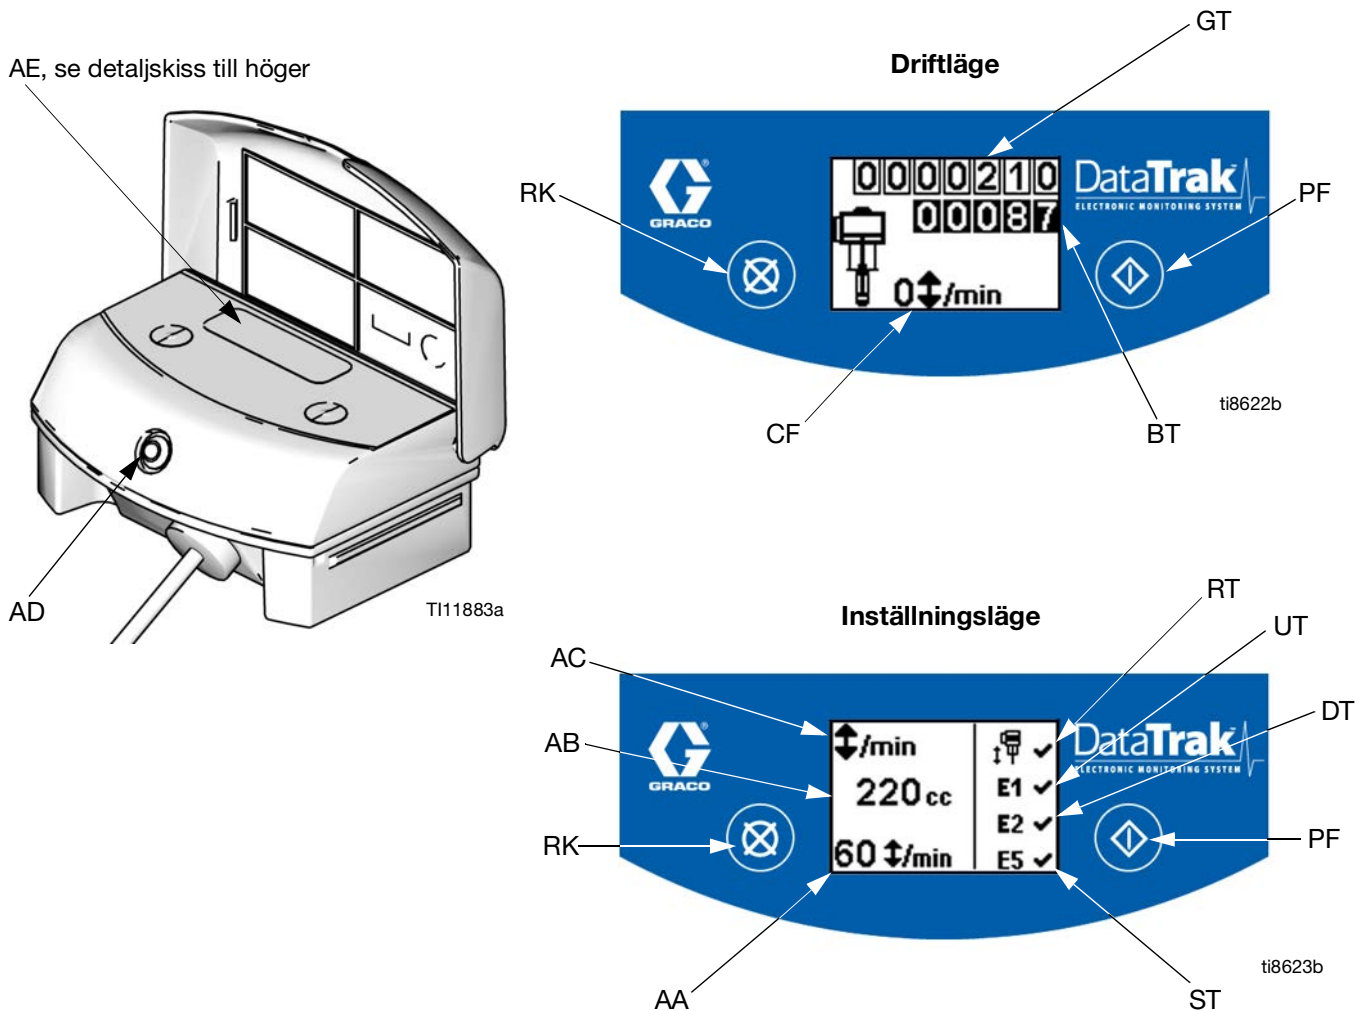

FIG. 7. Reglage och indikatorlampor på DataTrak
Beteckningar för FIG. 7
1. Se FIG. 7. Tryck och håll inne  i fem sekunder tills inställningsmenyn visas.
OBS! När rusningsbegränsningen och felalternativen E1, E2 och E5 är aktiverade, visas ✓ på inställningsbilden. Se FIG. 7.
1. Se FIG. 7. Om pumpen rusar aktiveras rusningsventilen och pumpen stoppas. Lysdioden (AD) blinkar och på displayen (AE) visas att pumpen rusar (se Tabell 1). Displayen kommer att bläddra igenom sex instruktionsskärmar.
2. Rusningsskärm 1 och 2: Stäng huvudluftventilen (E) för att återställa rusningssolenoiden. Vänta tills luftmotorn helt tömts på luft.
3. Rusningsskärm 3 och 4: När avluftningen är klar, tryck på solenoidens frisläppningsknapp (J) för att återställa luftventilen. Knappen hoppar upp igen när luftventilen åter är trycksatt.
5. Öppna huvudluftkranen (E) för att starta om pumpen.
OBS! Gå in i inställningsläge och ställ in rusningsvärdet 0 (noll) eller växla (RT) till av  (se FIG. 7).
1. Se FIG. 7. Tänd displayen med någon knapp och tryck sedan på . Symbolen för luftning/remspolning visas på displayen och lysdioden blinkar
2. I läget för fyllning/spolning är rusningsskyddet och satssummeringen (BT) avstängda. Totalsummeraren (GT) fortsätter att räkna.
Se FIG. 7. Den sista siffran i satssummeringen (BT) representerar tiondelar gallon eller liter. Tänd displayen med någon knapp och tryck sedan och håll in  i tre sekunder så nollställs räknaren.
Se FIG. 7. Displayen (AE) stängs av efter 1 minut av inaktivitet i körsläge och efter 3 minuter i inställningsläge. Tryck på en knapp för att starta displayen.
DataTrak kan diagnostisera flera olika problem hos pumpen. När monitorn upptäcker ett problem blinkar lysdioden (AD, FIG. 7) och en diagnostikkod visas på displayen. Se Tabell 1.